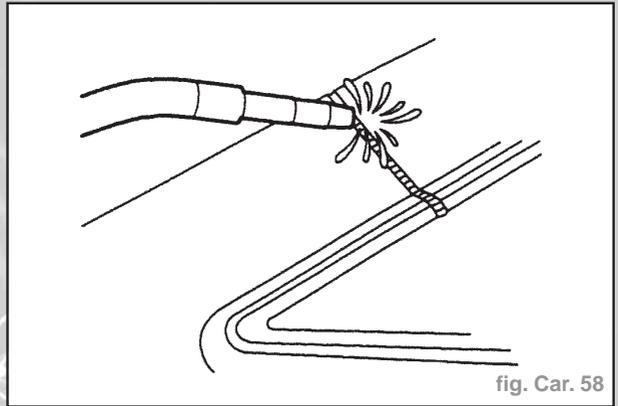

fig. Car. 58
- Souder les joints bout à bout par un cordon MIG (Fig. Car. 58).